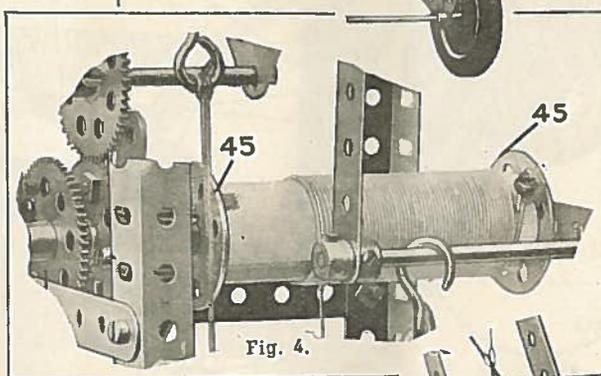

Fig. 4.
s'emploient souvent aussi comme tambours de treuils dans les Modèles d'appareils de levage. Les Rouleaux des deux types sont pourvus à leurs extrémités d'enfoncements ronds et de fentes permettant d'y loger des Colliers ou des bosses de roues avec leurs vis d'arrêt. Chaque Rouleau est livré avec deux Colliers fixés à une Tringle de 11 cm $\frac{1}{2}$. Le Rouleau de Bois est également muni d'une rainure parallèle à son axe qui sert à y fixer le tissu au moyen d'une courte Tringle. On peut obtenir un excellent tambour de treuil en fixant une Roue Barillet à chaque extrémité d'un Rouleau de Bois (voir les Roues Barillets (45) sur la Fig. 4).